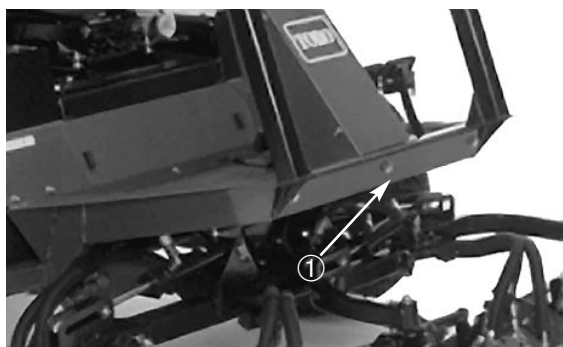

Fig. 19
2. Attaccare una catena, una cinghia o un cavo adatti, al centro del montante anteriore del telaio (Fig. 19).